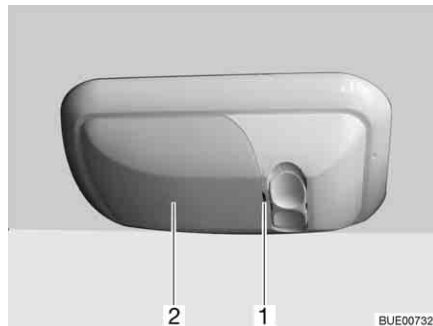

Fig. 207 Lampada del garage
- Sollevare e rimuovere con precauzione la copertura (Fig. 207,2) con l'ausilio di un utensile appropriato (p. es. un cacciavite) agendo sull'intaglio (Fig. 207,1).